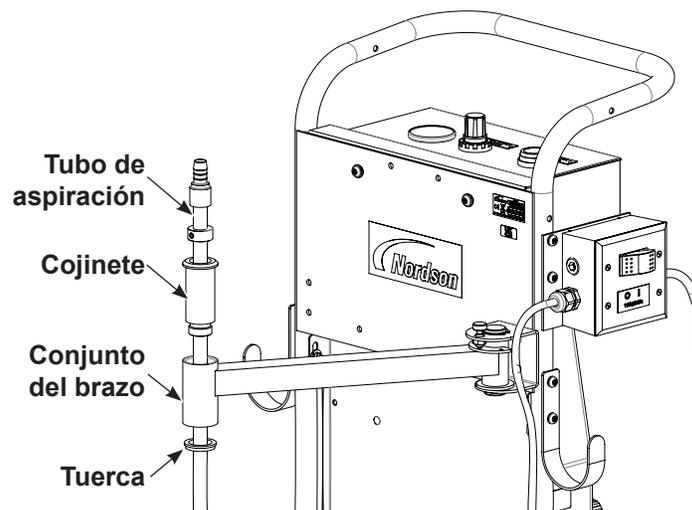

Figura 6 Instalar el conjunto de tubo de aspiración en el conjunto del brazo
- Ver la Figura 6. Instalar el cojinete en el conjunto del brazo y apretar con la mano la tuerca para fijar el cojinete en su sitio. A continuación, utilizar una llave para apretar la tuerca 1/4 de vuelta.